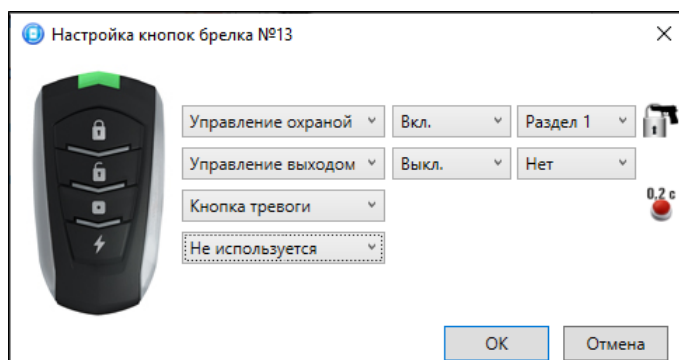

Рисунок 10.5 — Настройка кнопок брелка управления
- Нажмите кнопку *OK*, чтобы сохранить назначенные функции (см. рисунок 10.5).